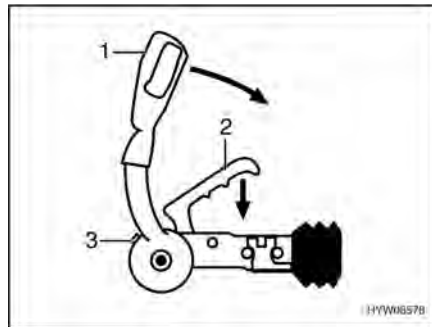

Bild 4 Säkerhetskoppling AKS 3004
- Drag upp stabiliseringsstången (Bild 4,1) till stoppläget.
- Drag upp kopplingshandtaget (Bild 4,2).
- Gör en visuell kontroll: Säkerhetsindikatorns gröna cylinder (Bild 4,3) måste synas.
- Aktivera stabiliseringsanordningen. Tryck ned stabiliseringsstången (Bild 4,1) till stoppläget.